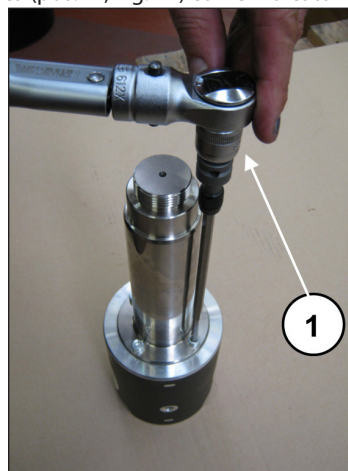

Fig. 44
Bloccare il guida pistone in morsa con l'ausilio di apposito attrezzo e procedere alla taratura delle viti con chiave dinamometrica (pos. ①, Fig. 44) come indicato nel capitolo 3.